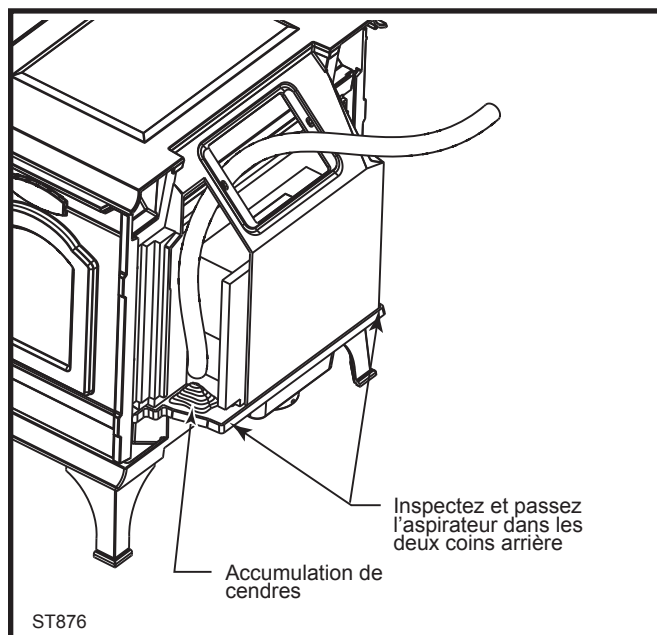

Fig. 34 Inspectez et nettoyez l'accumulation de cendres sur chaque côté du système de combustion non-catalytique.
- Vérifiez et enlevez toute accumulation de cendres à l'arrière de l'ensemble de combustion. Cette étape doit être effectuée conjointement avec le nettoyage annuel du carneau, puisque la manière la plus pratique d'effectuer cette inspection est depuis l'ouverture de la buse. Inspectez les conduits de chaque côté de l'ensemble de combustion (un miroir serait utile) et aspirez les cendres à l'aide d'un flexible d'aspiration inséré dans chaque conduit. Prenez garde de ne pas endommager le matériau fibreux blanc dans cette chambre arrière. (Fig. 34)